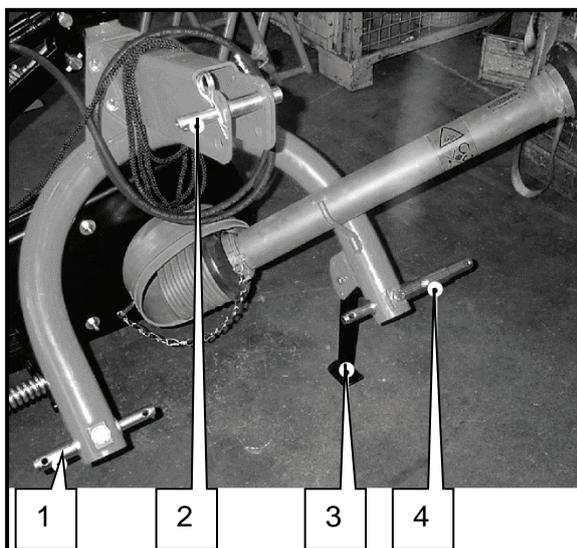
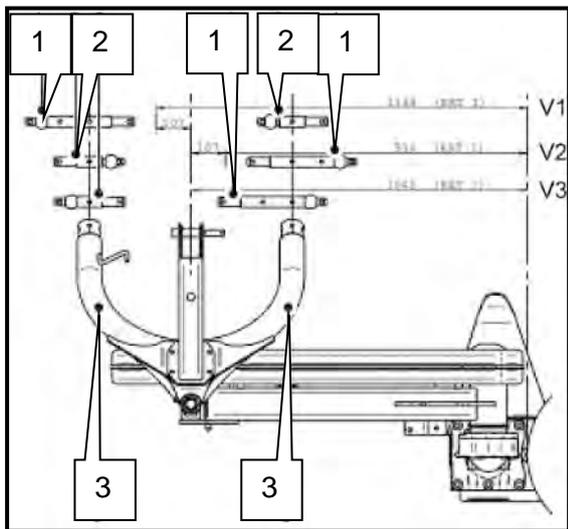
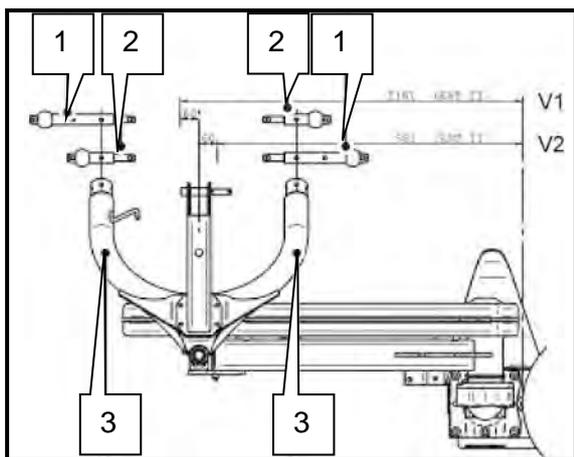

Fig. 46 Figura de resumen de la categoría de tres puntos
Fig. 47 Brazos inferiores de las variantes CAT I
Fig. 48 Brazos inferiores de las variantes CAT II
La Fig. 47 muestra todas las variantes para la adaptación de los brazos inferiores a la anchura del tractor y la Fig. 46 muestra una figura de resumen para la disposición de la categoría de tres puntos.
- ➔ Ajuste los pasadores de brazo inferior primero a la anchura del tractor (consulte la Fig. 47 o Fig. 48).